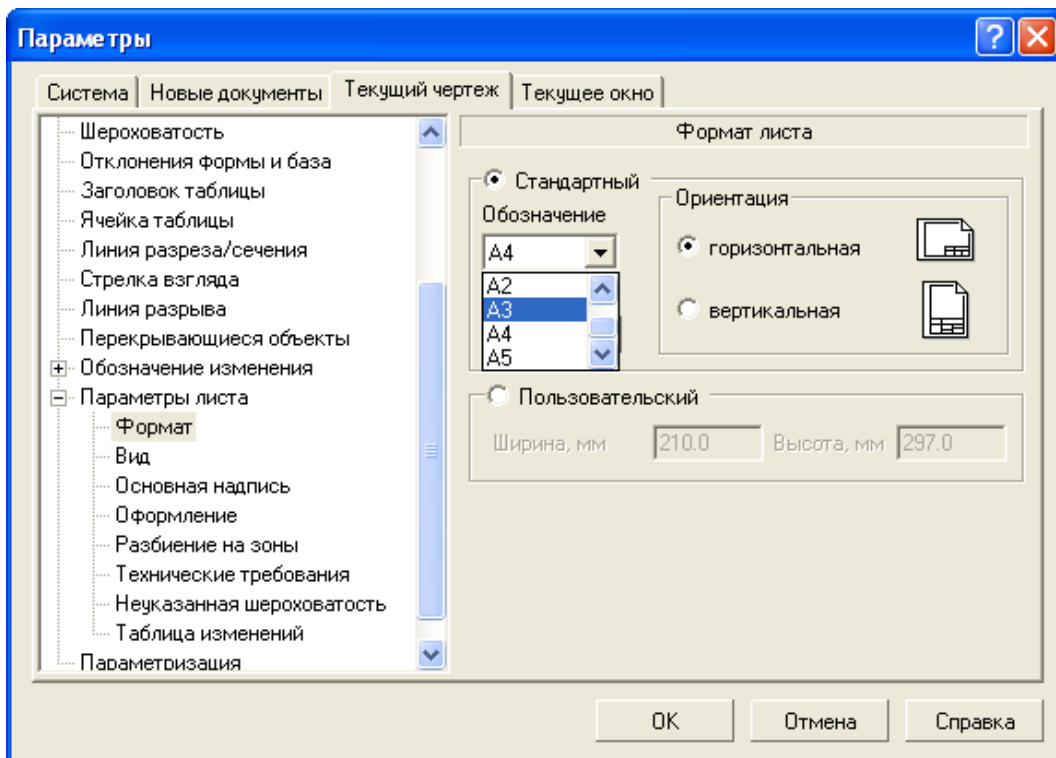

Рис. 3.2.18: Діалогове вікно **Параметры** з відкритою вкладкою **Текущий чертеж** і панеллю **Формат листа**
1. Створити «**Чертеж**»  формат А3, заповнити основний напис. Для зміни формату кресленника у Головному меню відкрити **Менеджер документа** , вибрати **формат А3**, або клацнути у Головному меню по пункту **Сервис**, а потім в випадаючому меню по пункту **Параметры**. З'явиться діалогове вікно **Параметры** з відкритою вкладкою **Текущий чертеж**. Клацнути в діалоговому вікні **Параметры** по пункту **Параметры листа**, а потім по пункту **Формат**. В правій частині з'явиться панель **Формат листа**, рис. 3.2.18. Вибрати формат листа А3.